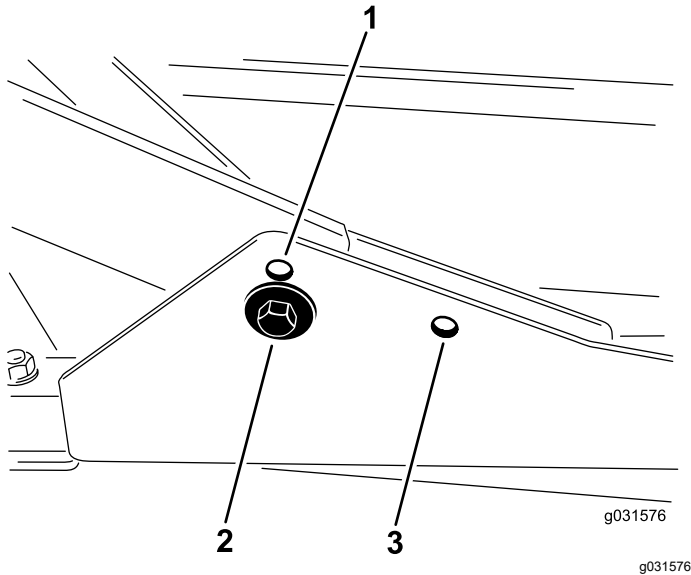

Figura 16
1. Per altezze di taglio comprese tra 2 e 7,6 cm, montate i telai portanti anteriori nei fori di montaggio anteriori inferiori (Figura 16).
2. Per altezze di taglio comprese tra 6,3 e 10 cm, montate i telai portanti anteriori nei fori di montaggio anteriori superiori (Figura 16).
Per tutte le altezze di taglio, montate l'apparato di taglio posteriore nei fori di montaggio posteriori (Figura 16).